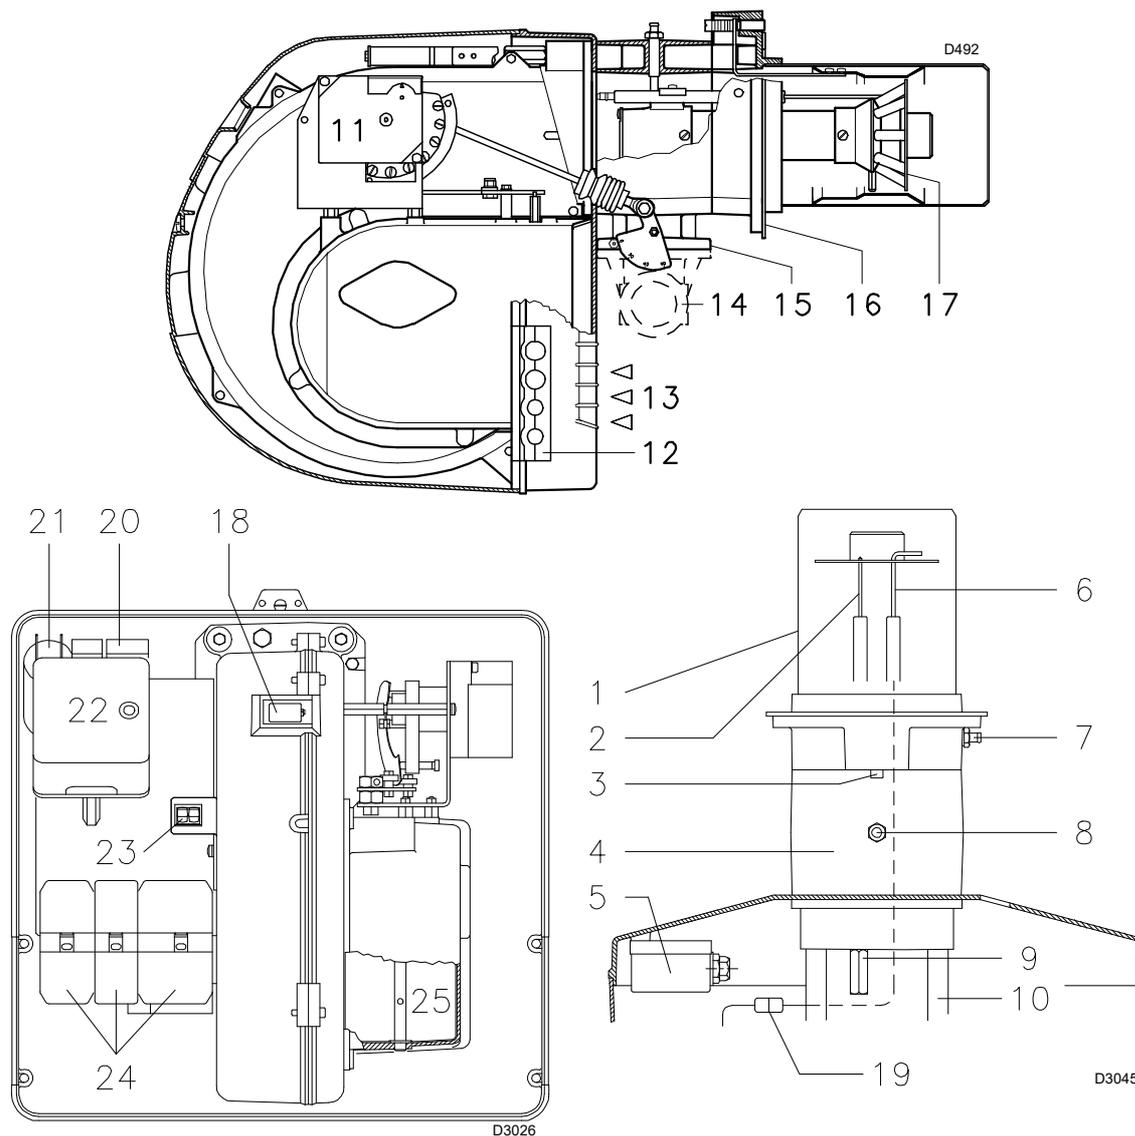

Fig. 4
- (1) Condizioni di riferimento: Temperatura ambiente 20°C - Temperatura gas 15°C - Pressione barometrica 1013 mbar - Altitudine 0 m s.l.m.
(2) Pressione alla presa 8)(Fig. 4 a pag. 12) con pressione zero in camera di combustione ed alla potenza massima del bruciatore.
(3) Pressione sonora misurata nel laboratorio combustione del costruttore, con bruciatore funzionante su caldaia di prova, alla potenza massima. La Potenza sonora è misurata col metodo "Free Field", previsto dalla Norma EN 15036, e secondo una accuratezza di misura "Accuracy: Category 3", come descritto dalla Norma EN ISO 3746.
(4) Boccaglio: corto-lungo
l'accensione del pulsante (**led rosso**) dell'apparecchiatura 22)(Fig. 4) avverte che il bruciatore è in blocco.
Per sbloccare premere il pulsante del relè termico 20)(Fig. 4).